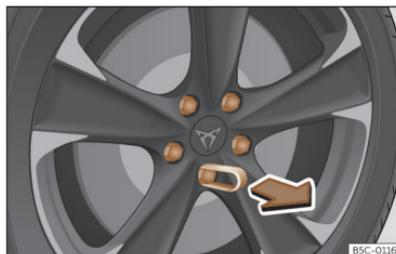

Fig. 224 Rueda: tornillos de la rueda con capuchones.
- Encaje la pinza de plástico (herramienta de a bordo >>> fig. 195) sobre el capuchón hasta que encastre >>> fig. 224.